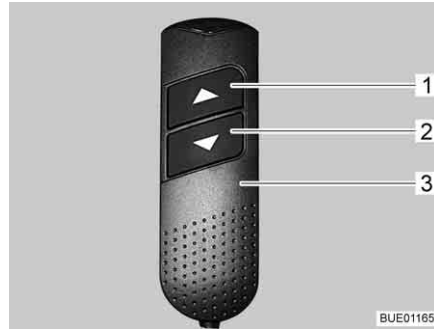

Fig. 105 Elemento di regolazione manuale
- Sull'elemento di regolazione manuale (Fig. 105,3) premere contemporaneamente i due tasti freccia (Fig. 105,1 e 2) e tenerli premuti fino a quando il letto basculante non si è spostato completamente verso l'alto e si sente un segnale acustico.
- Sull'elemento di regolazione manuale (Fig. 105,3) premere il tasto freccia inferiore (Fig. 105,2) e tenerlo premuto fino a quando il letto basculante non ha raggiunto la posizione finale in basso.
- Sull'elemento di regolazione manuale (Fig. 105,3) premere il tasto freccia superiore (Fig. 105,1) e tenerlo premuto fino a quando il letto basculante non ha raggiunto la posizione finale in alto.
- Dopo il reset portare il letto basculante con il tasto freccia (Fig. 105,1 o 2) verso la direzione opposta fino in posizione di finecorsa.